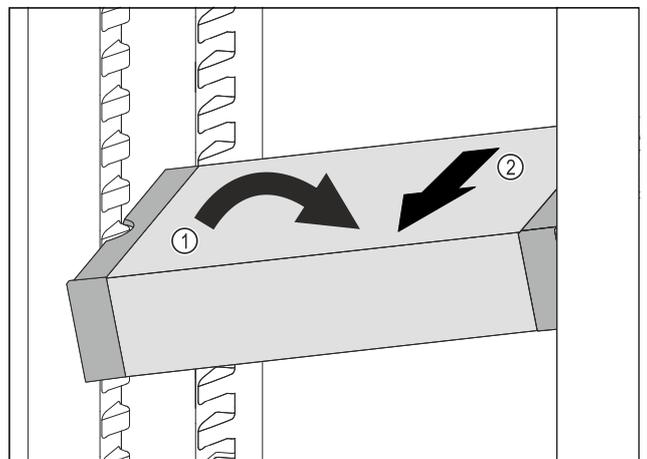

Fig. 57
- ▶ Coloque el VarioSafe en el compartimento del frigorífico en posición oblicua. Fig. 57 (1)
- ▶ Extraiga el VarioSafe hacia delante. Fig. 57 (2)